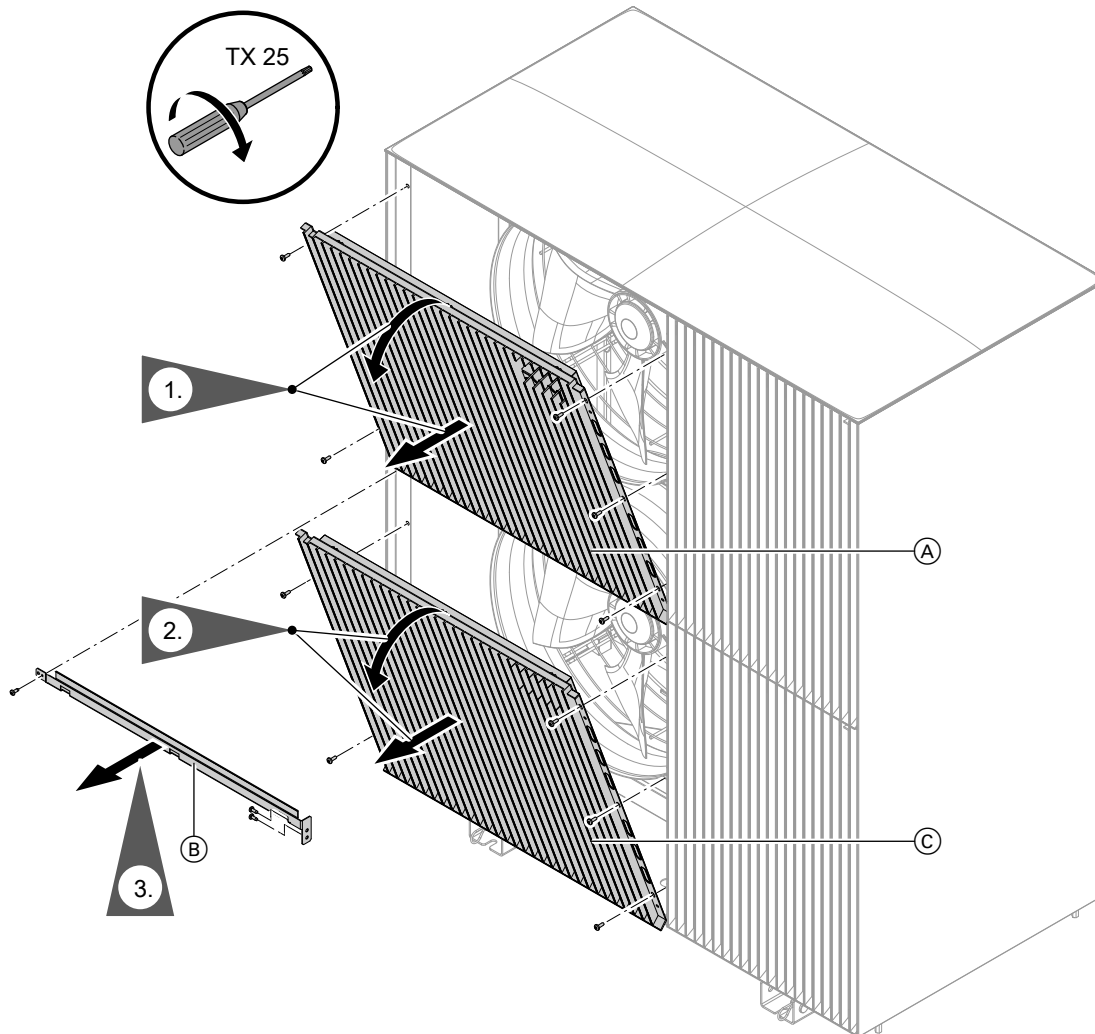

Abb. 104
3. Schutzgitter Ventilatoren und Versteifungswinkel abbauen: Siehe Abb. 104.